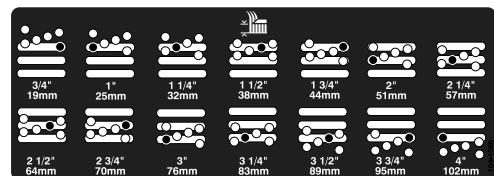

图 4
5. 将切割腔移至所需的除草高度然后将隔片安装至指定的除草高度孔和槽 (图 4)。